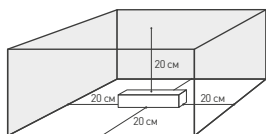

Рис. 1. Свободное пространство вокруг источника
- 4.3. Для естественной вентиляции обеспечьте не менее 20 см свободного пространства вокруг источника питания, как изображено на рис. 1. При невозможности обеспечить свободное пространство используйте принудительную вентиляцию. В случае установки в ограниченном пространстве (например, лайтбокс или профиль) предусмотрите обеспечение требуемого температурного режима источника питания согласно рис. 2.